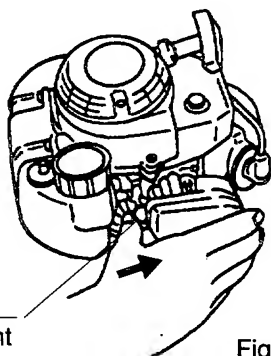

Fig. 6
2. Press the primer repeatedly with a finger till it touches the top in order to pump up the fuel and ensure a smooth start. (Press more than 10 times) (Fig. 6)
2. Appuyez sur le bouton de commande à plusieurs reprises jusqu'à ce qu'il touche le sommet afin de pomper le carburant et d'assurer un démarrage souple. (plus de 10 fois). (Fig. 6)